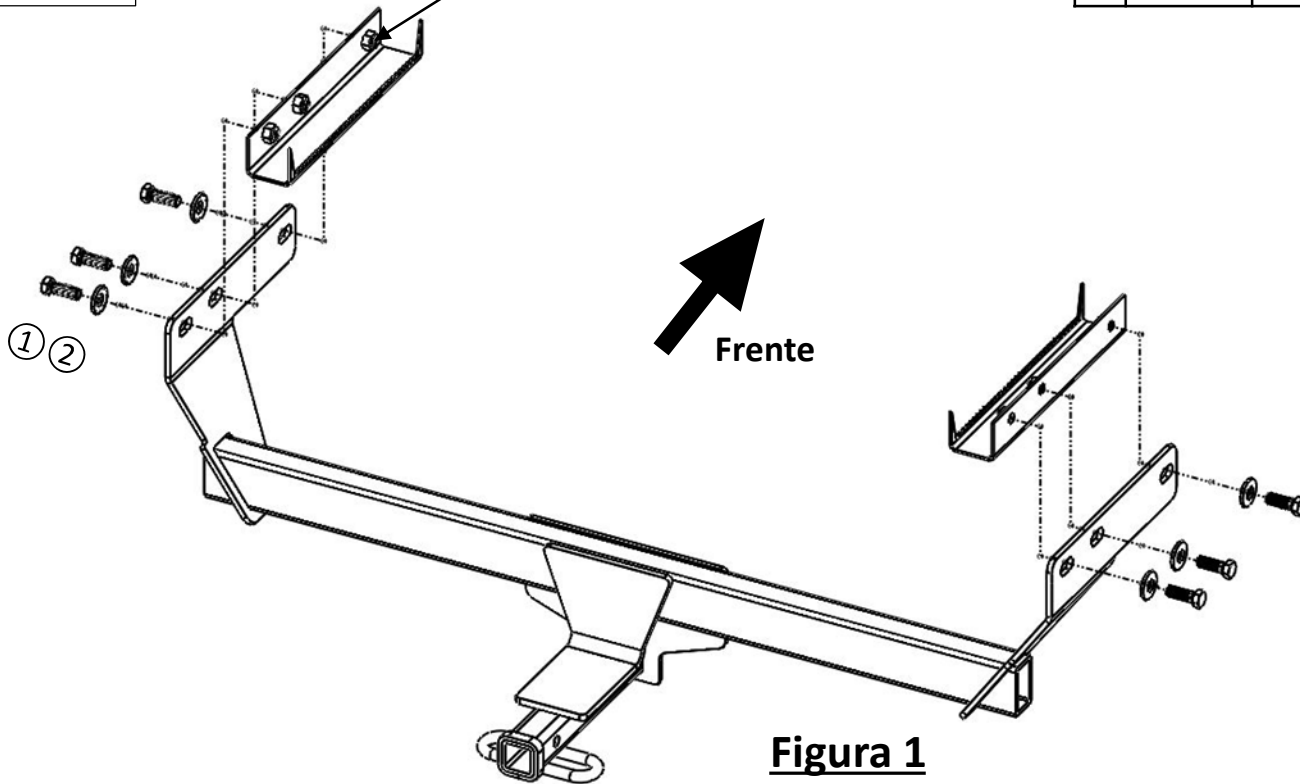

Figura 1
- 2. Instalar el enganche** – Levantar el enganche a su posición y alinear con el orificio de montaje. Instalar sin apretar (6) pernos M12 ① y (6) arandelas cónicas de 1/2" ②, ver la **Figura 1**.